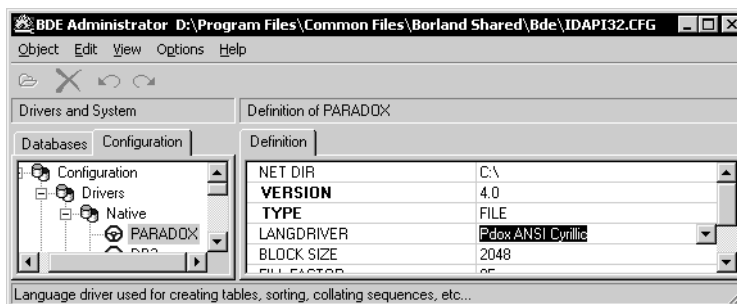

Рис. 1.8. Назначение языкового драйвера – Pdox ANSI Cyrillic
8. Установите курсор на запись **PARADOX** (рис. 1.8). На закладке **Definition** в поле **Langdriver** должно присутствовать значение «Pdox ANSI Cyrillic».